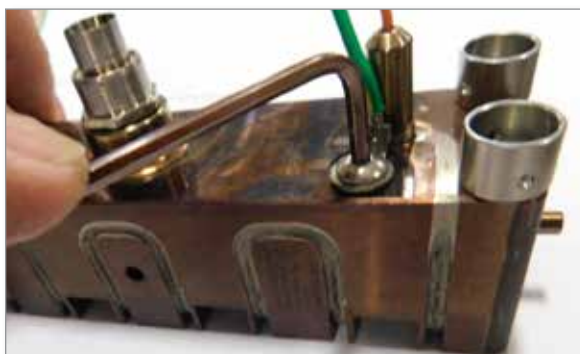

Figura 5-91 Prenda o fio terra
2. Prenda o fio terra com o parafuso retentor. Veja a Figura 5-91.